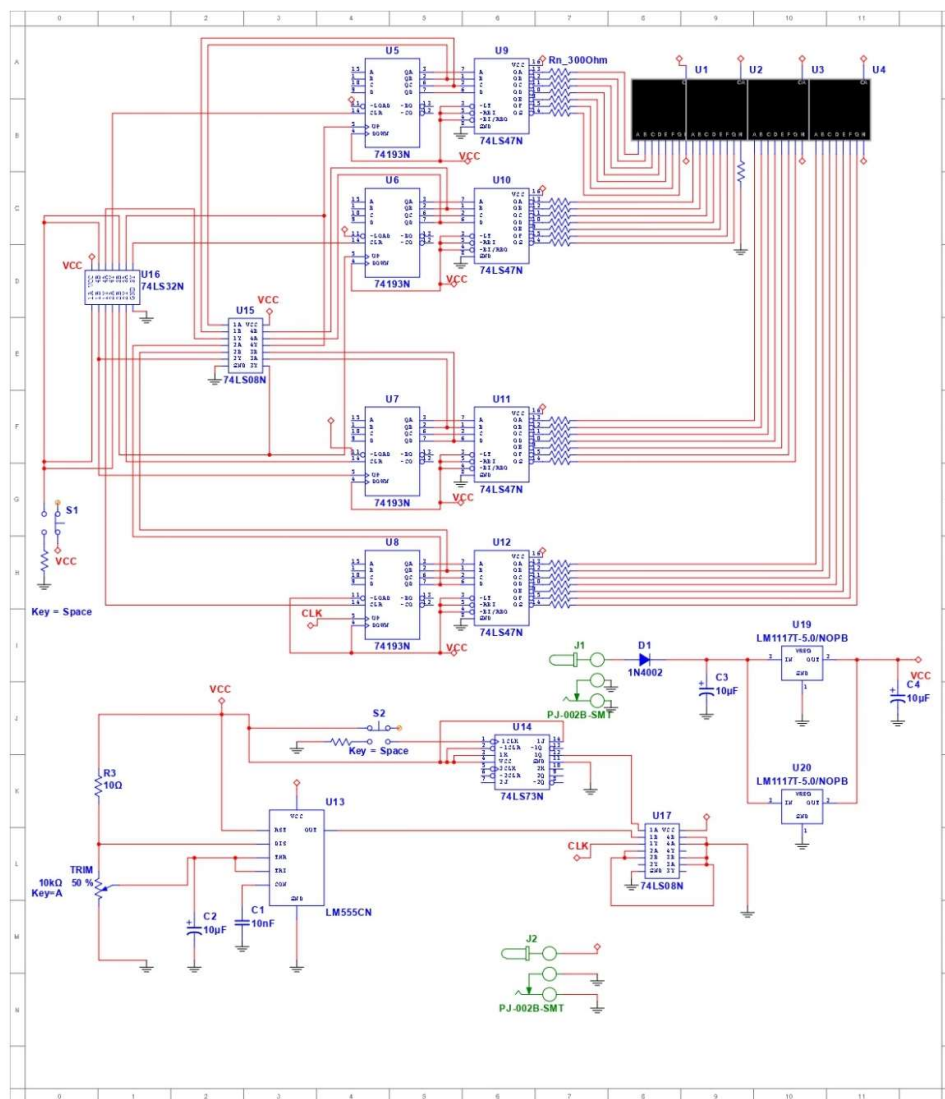

Fig. 3 - Schemă proiect (pentru a nu încărca desenul s-a evitat afișarea valorilor unor componente)
- Defect la conexiunile U4 (vezi Fig. 3) după înlocuirea unui afișor ars;